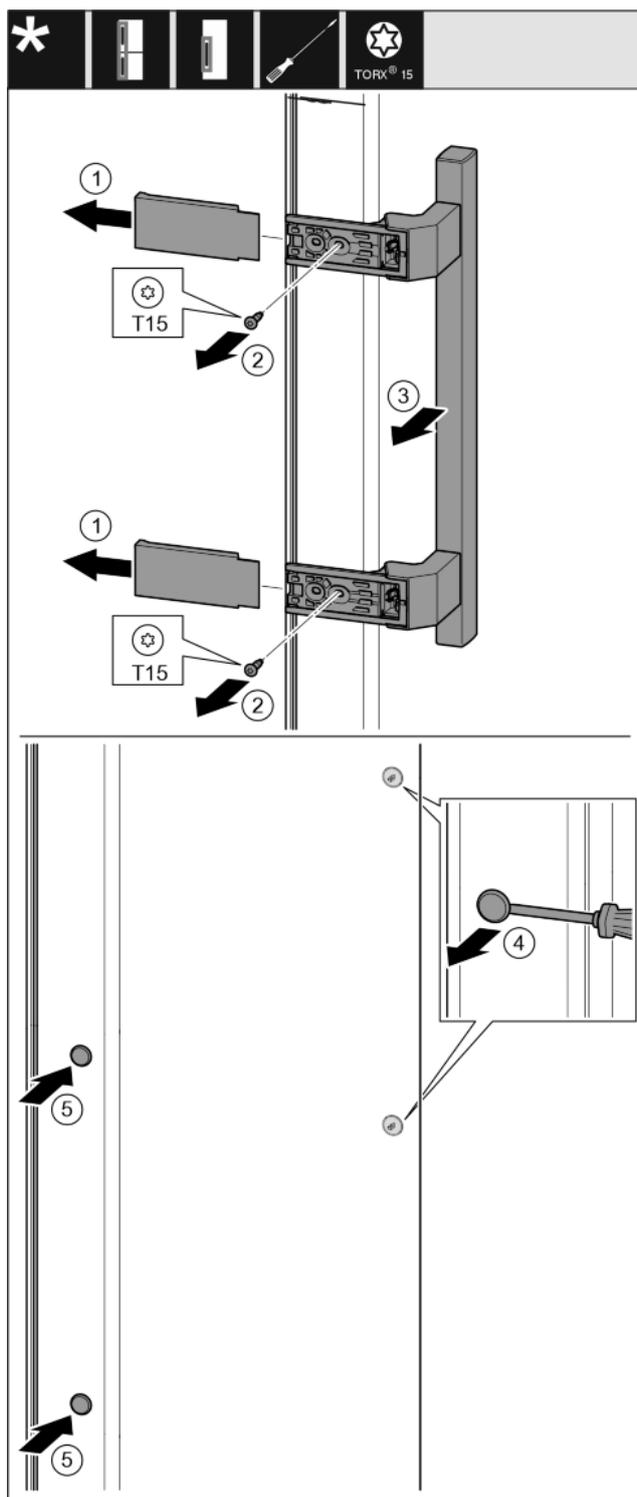

Fig. 30
- ▶ Retirer le cache. Fig. 30 (1)
- ▶ Desserrer les vis avec le tournevis T15. Fig. 30 (2)
- ▶ Déposer la poignée. Fig. 30 (3)
- ▶ Soulever délicatement le bouchon latéral avec un tournevis plat et le sortir. Fig. 30 (4)
- ▶ Remettre en place le bouchon de l'autre côté. Fig. 30 (5)